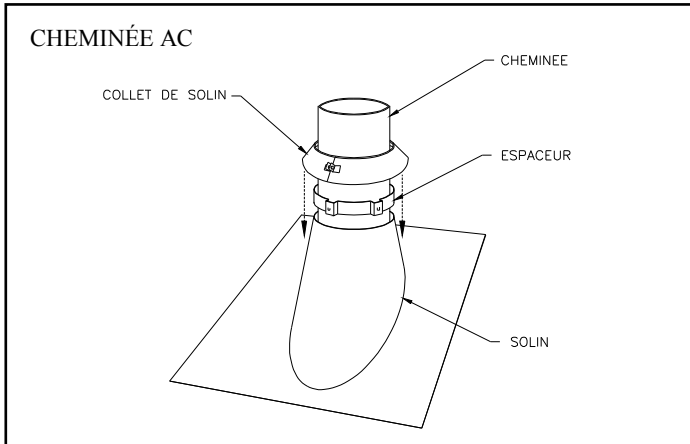

Figure 31
5. Placez ensuite le solin en prenant soin de calfeutrer le joint entre le solin et le toit avec une pâte à calfeutrage de toiture (voir les figures 31 & 32). Pour les toits en pente, placez la partie supérieure du solin sous les bardeaux, fixez le solin au toit à l'aide de clous à toiture.